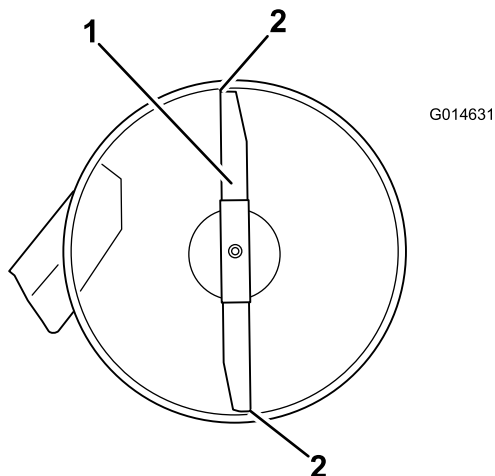
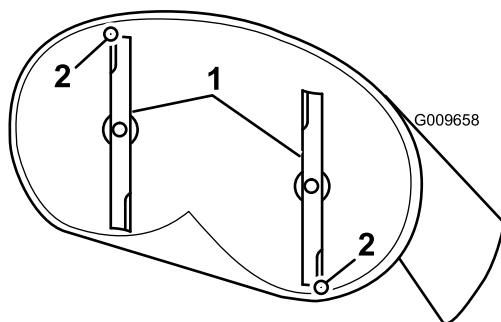
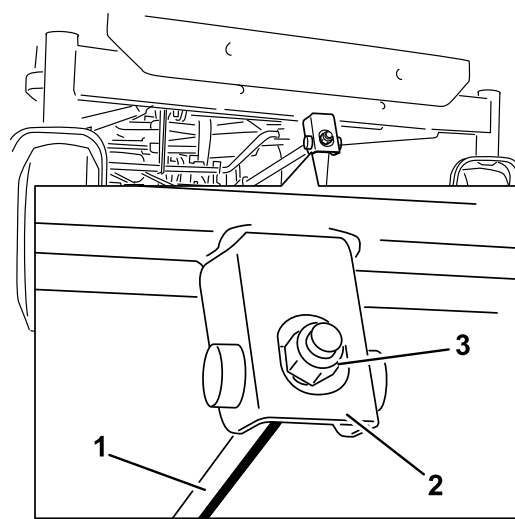

Figura 68
Figura 69
Figura 70
4. Rode cuidadosamente a(s) lâmina(s) para que estejam da frente para trás (Figura 68 e Figura 69).
5. Meça da ponta da lâmina da frente até à superfície plana e da ponta da lâmina de trás até à superfície plana (Figura 68 e Figura 69).
6. Para ajustar a inclinação da lâmina da frente para trás, rode a porca de ajuste na parte da frente do cortador (Figura 70).
9. Após o ajuste, verifique inclinação entre frente e a traseira, continue a ajustar a porca até que a ponta da lâmina frontal esteja 1,6 a 7,9 mm mais baixa que a ponta da lâmina traseira (Figura 69 e Figura 70).